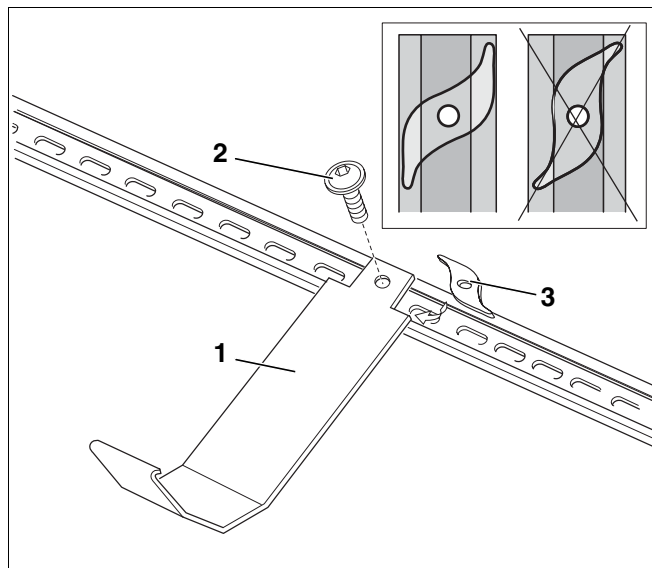

Fig. 16 Enganchar el seguro contra deslizamiento
Para poder montar los colectores de manera segura, deberá enganchar y fijar los seguros contra deslizamiento (fig. 16, **pos. 1**) en los perfiles guía inferiores.
- ▶ Enganche los seguros contra deslizamiento previamente montados con las placas roscadas (rosca dura con autobloqueo; fig. 16, **pos. 3**) y con los tornillo avellanado (fig. 16, **pos. 2**) centrados entre los soportes del colector (fig. 16).